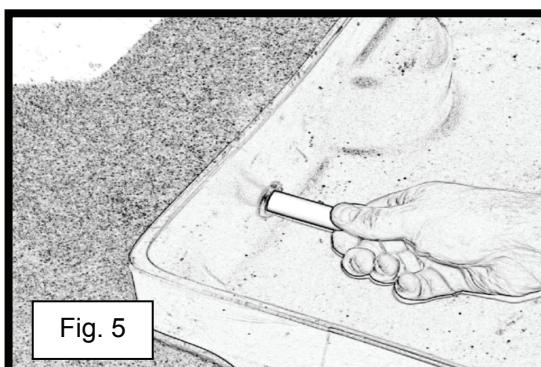

Fig. 5
- 4) Etter at alle gummitetningene er på plass er det på tide å plassere Teflon-røret inn på den første tetningen. Still utsidediameteren på røret opp mot innsidediameteren på tetningen (se fig. 5). Pass på at røret er skikkelig på plass på tetningen, slik at det kan holde seg selv oppe.